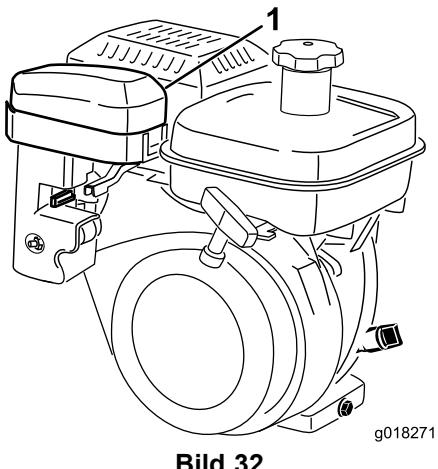
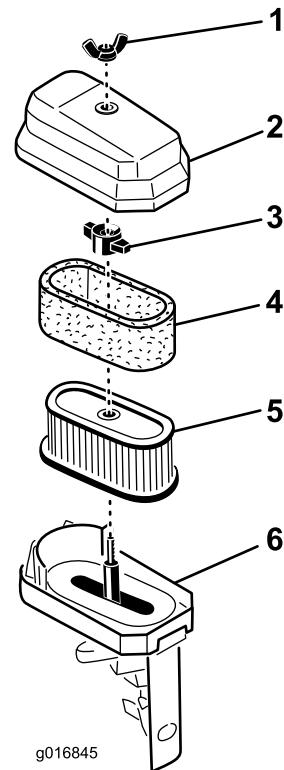

Bild 32
Bild 33
2. Nehmen Sie die Flügelschraube ab, mit der die Luftfilterabdeckung am Luftfilter befestigt ist. Nehmen Sie dann die Abdeckung ab. Reinigen Sie die Abdeckung gründlich (Bild 32 und Bild 33).